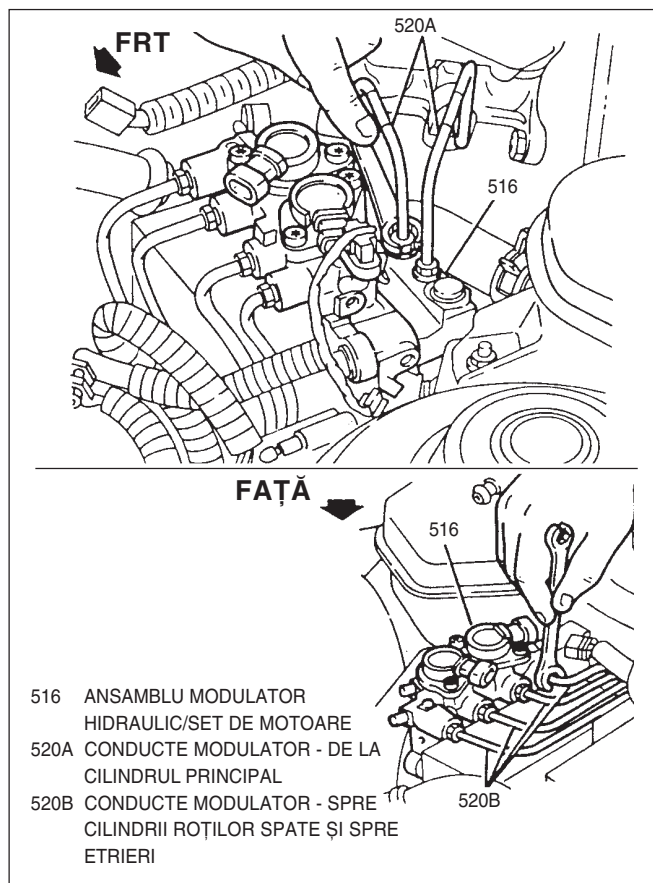

Fig. 21 Deconectarea conductelor modulatorului hidraulic
4. Cele șase conducte de frână de la modulator (Fig. 21).